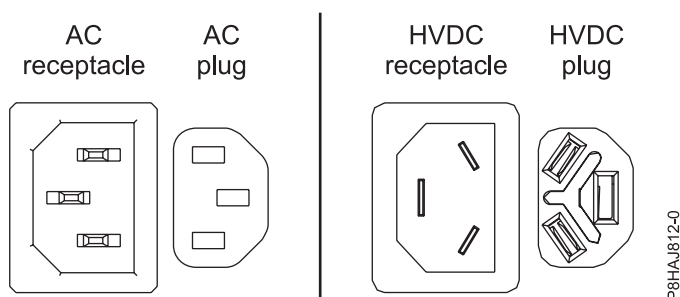
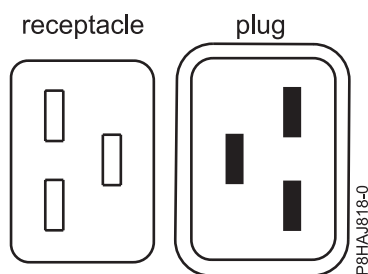
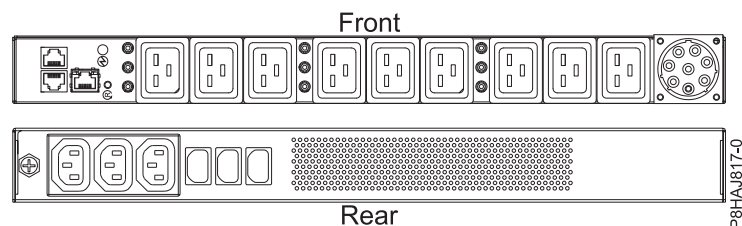

Figura 33. Conectores AC e HVDC
Figura 34. Conectores do sistema 8408-44E
Figura 35. O PDU para o sistema 8408-44E
O Figura 33 mostra os conectores de corrente alternada (AC) e de corrente direta de alta voltagem (HVDC) suportados. O Figura 34 e o Figura 35 mostra os conectores suportados e a unidade de distribuição de energia (PDU) do 8408-44E.